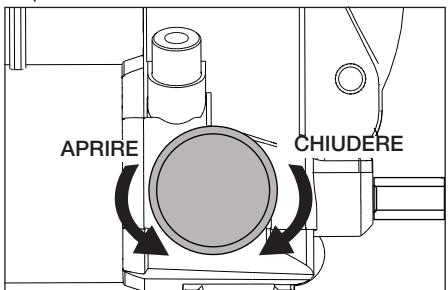

Figura 8, Valvola di scarico
1. Chiudere la valvola di scarico girando la manopola in senso orario fino a che si arresta. Vedere la Figura 8.